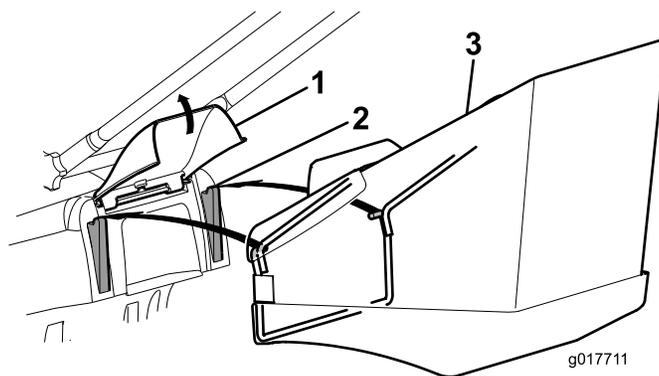

Figure 14
1. Soulevez le déflecteur arrière, retirez l'obturateur de mulching (Figure 15) et placez le bac à herbe sur les ergots (Figure 14).